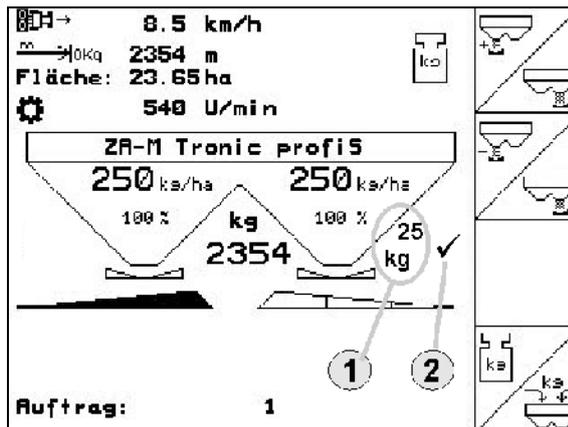

図 21
- 作業メニューでは、散布した肥料量が表示されます (図 21/1)。
- 肥料が 200 kg 散布されたら、作業メニューで表示が行われます (図 21/2)。